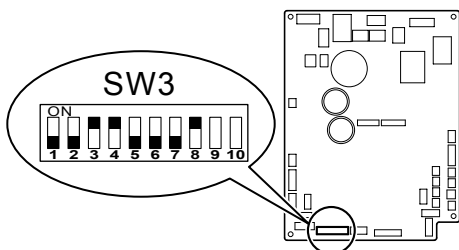

Fig. 6-2
6.2. Configuração da unidade interior embutida (deve ser efectuada) (Fig. 6-2)